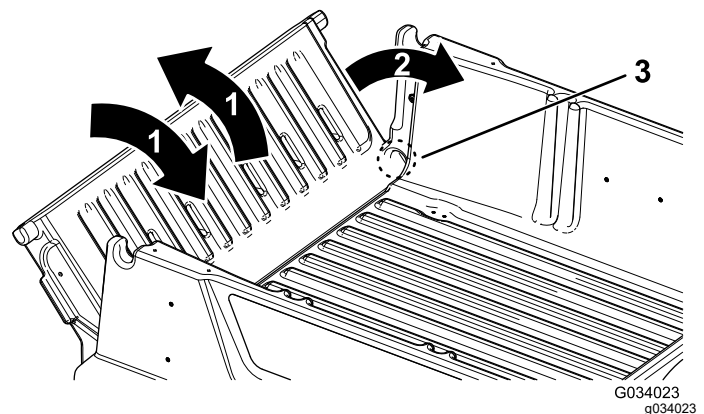

Figure 22
2. Faites pivoter le hayon à environ 45° (Figure 22).
3. Faites pivoter le hayon d'avant en arrière en l'agitant légèrement quelques secondes (Figure 22).